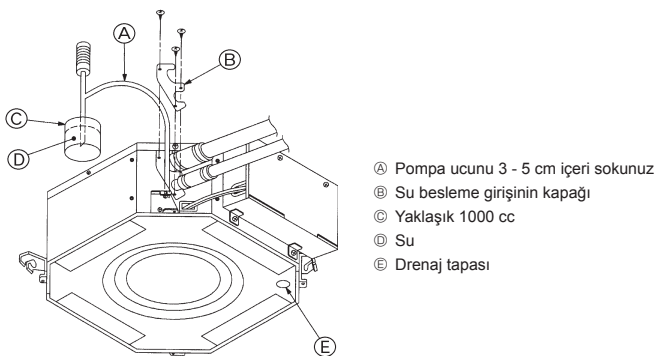

Fig. 6-3
- Uzaktan kumanda ünitesini iç ünitenin alıcısına doğru yöneltilip ②'den ⑦'ye kadar olan işlemleri yerine getiriniz.
6.3. Drenajın kontrolü (Fig. 6-3)